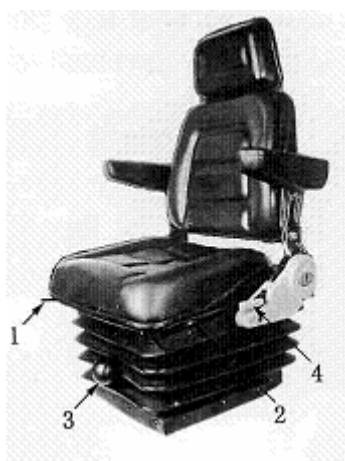

Рис. 1-23
1.8. Регулировка кресла оператора (Рис. 1-23).